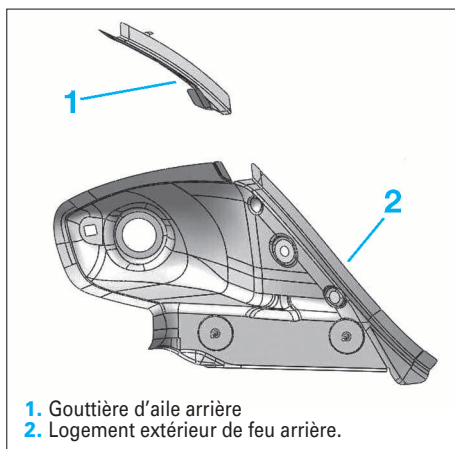

FIG. 96
- Identification des pièces de rechange (Fig.96).